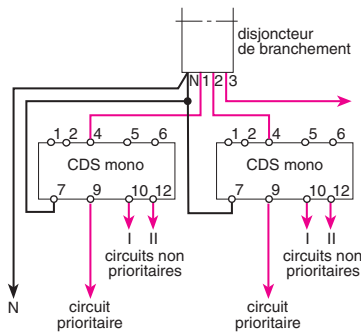

Fig. 8. Utilisation du CDS mono, pour circuit triphasé.
- CDS mono pour circuit triphasé (fig. 8) : en cas de problème de surcharge, sur une ou deux phases. L'installation du CDS mono sur chacune de ces phases, permet de réaliser du délestage et reletage phase par phase.